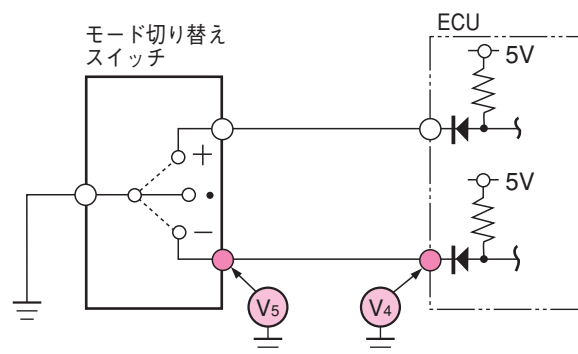

図2-11 モード切り替えスイッチ回路の短絡の点検(1)
(2) 短絡点検
- ① 図2-11の回路の状態からモード切り替えスイッチの“+”を選択し、 V_4 に電圧がなく、 V_5 の端子を外したとき、 V_4 に電圧がある場合は、モード切り替えスイッチの短絡。
- ② V_4 に電圧がなく、 V_5 の端子を外しても V_4 に電圧がないとき、 V_4 の端子を外して V_4 のECU端子に電圧がある場合は、 V_5 と V_4 間の短絡。
- ③ V_5 の端子を外しても V_4 に電圧がないとき、 V_4 の端子を外しても V_4 のECU端子に電圧がない場合は、ECUの不良。